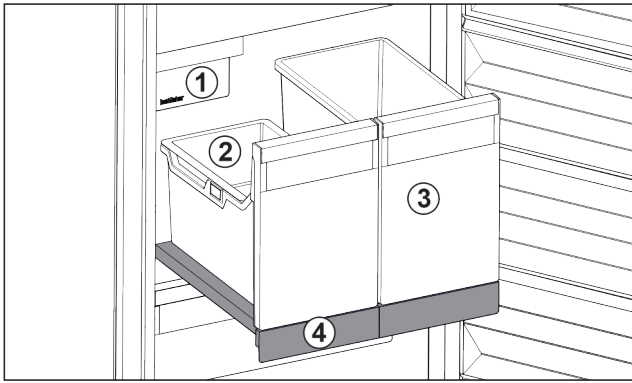

Fig. 117 Выдвижная панель с IceTower
- (1) IceMaker
- (2) Подвесной лоток для кубиков льда
- (3) Контейнеры для пиццы, алкогольных напитков
- (4) Выдвижная панель
На выдвижной панели находятся два высоких контейнера (IceTower). В контейнере Fig. 117 (2) собираются и хранятся кубики льда из IceMaker. Контейнер Fig. 117 (3) подходит для хранения высоких продуктов, таких, как пицца или алкогольные напитки.